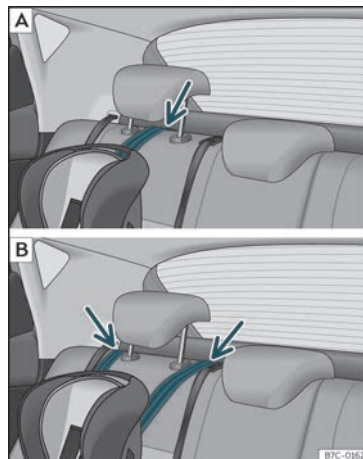

Fig. 27 Bancos traseiros: ajuste e montagem em função do cinto Top Tether.
- Coloque a corria por baixo do encosto de cabeça do banco traseiro»» **Fig. 27** (em função das instruções da própria cadeira, levante ou retire o encosto de cabeça, se for necessário).